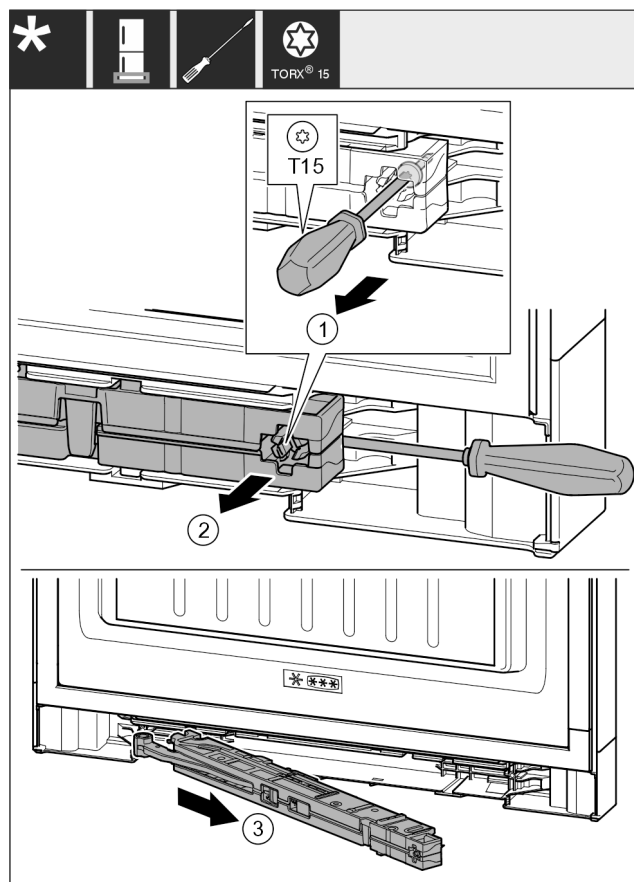

Fig. 16
► Šroub Fig. 16 (1) na jednotce tlumiče zavírání povolte šroubovákem 14 mm.
► Vypačte jednotku tlumiče zavírání Fig. 16 (2) na straně madla šroubovákem dopředu.
► Vytáhněte jednotku tlumiče zavírání Fig. 16 (3).